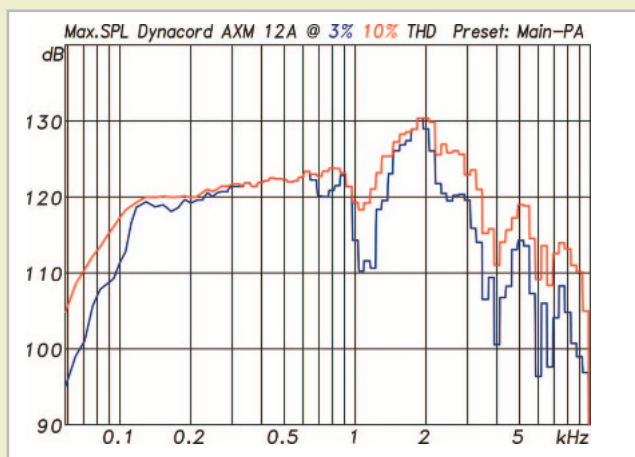

Abb. 10: Maximalpegel für maximal 3 % (blau) und 10 % (rot) Verzerrungen
Gemessen wurde zunächst der maximal mögliche Pegel bezogen auf 1 m Entfernung für maximal 3 % oder 10 % Verzerrungen. Zwischen 200 Hz und 2 kHz fallen dazu die beiden Kurven in Abbildung 10 weitgehend zusammen. Hier wurde das 10 %-Limit nicht erreicht, bevor der Limiter in der Box einer weiteren Pegelsteigerung ein Ende setzte. Unterhalb von 200 Hz und oberhalb von 2 kHz separieren sich die Kurven dann deutlich, da hier bedingt durch die große Auslenkung (LF) bzw. Kompression (HF) mehr Verzerrungen entstehen. Insgesamt ist der Verlauf der Maximal-SPL-Kurven schön ausgeglichen und stetig. In den Mitten laut und zu den Rändern hin leicht abfallend entspricht der Verlauf dem, was man von einem Monitor erwartet. Unterhalb von 100 Hz beginnt die AXM 12A dann ein wenig zu schwächeln, was in Anbetracht der Größe der Box auch nicht weiter verwundert. Niemand würde hier mehr erwarten und für einen Monitor wird auch nicht mehr verlangt. Am Schlagzeug eingesetzt wäre sicher die Unterstützung durch einen Subwoofer angebracht. Die Messung mit dem Multisinussignal mit EIA-426B Spektrum und 12 dB Crestfaktor